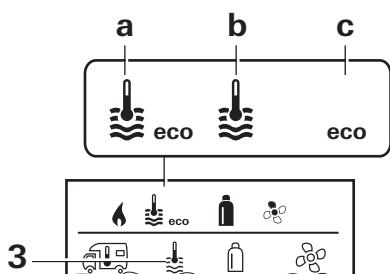

Fig. 6
1. Utilice el botón de giro/pulsador para seleccionar el ícono en la línea de menú (Fig. 6 – 3).